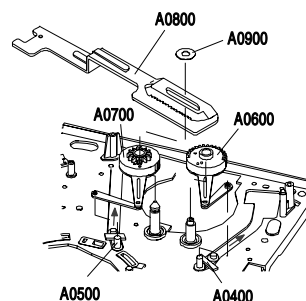

Fig. 13
- Sicherungsscheibe (Pos. A0900, Fig. 13) abnehmen.
- Fädelschieber (Pos. A0800, Fig. 13) herausnehmen.
- Fädelarme (Pos. A0700 / A0600, Fig. 13) herausnehmen.
- Fädelschlitten (Pos. A0400 / A0500, Fig. 13) in die angegebene Pfeilrichtung schieben und herausnehmen.